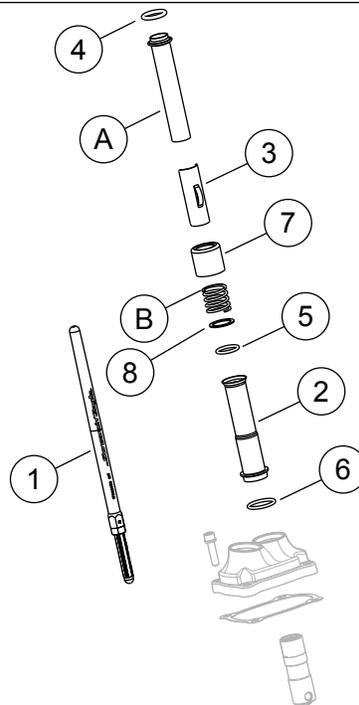

Рисунок 5. Запасные части:
См. Рисунок 5 и Таблица 1.
5. См. Рисунок 3 и Рисунок 5. Установите штоки толкателей впускных клапанов в крышки штанг толкателей. Замените уплотнительные кольца, нижнюю крышку штанги толкателя и стопор крышки пружины крышки на новые компоненты из комплекта. Проследите за тем, что конец штанги толкателя со стороны регулятора был внизу.